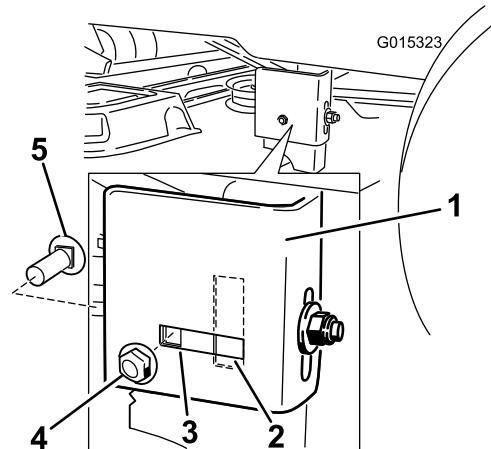

Figura 59
8. Verifique se os parafusos de carroçaria lateral está na posição fixa ou ranhurada (Figura 59).
Nota: Se o parafuso de carroçaria estiver na posição fixa, remova o parafuso da carroçaria lateral e porca de fixação lateral da posição fixa e instale-a na posição de ajuste ranhurada (Figura 59).